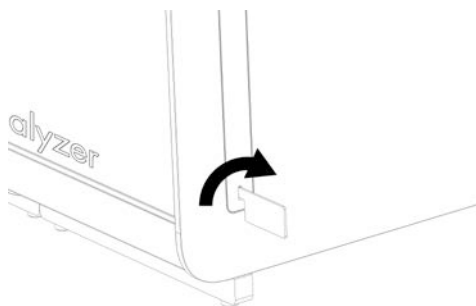

図 13. 保護カバーを取り外す。
- 1e. 追加の分析モジュールを取り付ける分析モジュールの側面から保護カバーを取り外します（図 13）。